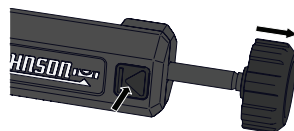

Figure 23
1. Pour monter le dispositif de serrage sur une mire de nivellement, appuyer sur le bouton de libération du dispositif de serrage et tirer le bouton du dispositif de serrage vers l'extérieur. (Figure 23)